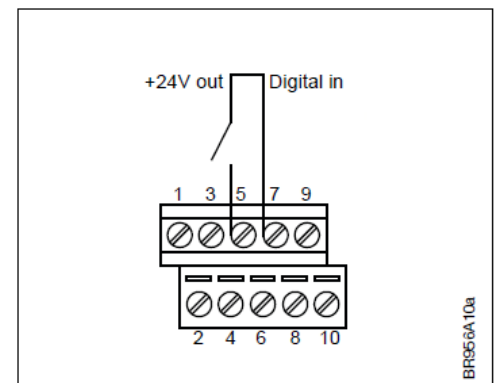

Abb. 11-7: Digitaleingang
Erfordert die Anwendung eine externe Freigabe, kann dies über Anschluss eines potentialfreien Kontakts and die Klemmen 5 und 7 realisiert werden, wie in Abb. 11-7 ersichtlich. Alternativ kann auch direkt ein 24 VDC Steuersignal and die Klemme 7 und das Bezugspotential (GND) an Klemme 9 angeschlossen werden.
Bei Anschluss eines Potentiometers empfiehlt es sich, das Analogsignal von 24 V auf 10 V zu skalieren. Hierzu wird ein Vorwiderstand (R) in Reihe zum Potentiometer benötigt (vgl. Abb. 11-7). Dessen Nennwiderstand sollte das 1,4-fache des Potentiometer-Nennwiderstands betragen. Beispiel: Bei einem 10 kΩ Potentiometer ist ein Vorwiderstand mit 14 kΩ optimal.